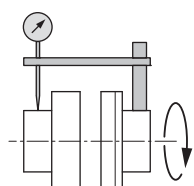

Fig. 11: Kontrol af den radiale tilpasning med en komparator
- Klem et måleuret fast på en af koblingerne eller på akslen (se fig. 11). Måleurets stempel skal ligge an imod den anden halvkoblings krans (se fig. 11).